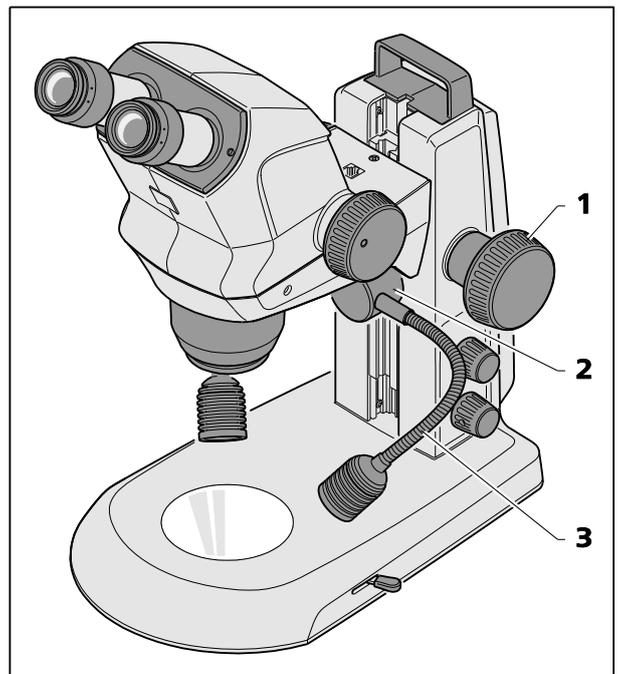

Fig. 16 Dispositif d'éclairage à double spot
- Déplacer le corps du microscope vers le haut à l'aide du bouton de mise au point (Fig. 16/1).
- Pousser le dispositif d'éclairage à double spot (Fig. 16/2) jusqu'au niveau requis dans le guide.
- Plier les deux flexibles (Fig. 16/3) pour ajuster les spots de manière à ce que l'échantillon soit éclairé de manière optimale.